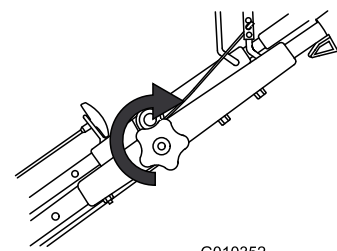

Figura 17
3. Serrate la manopola della sezione superiore della stegola avvitandola a fondo (Figura 17).